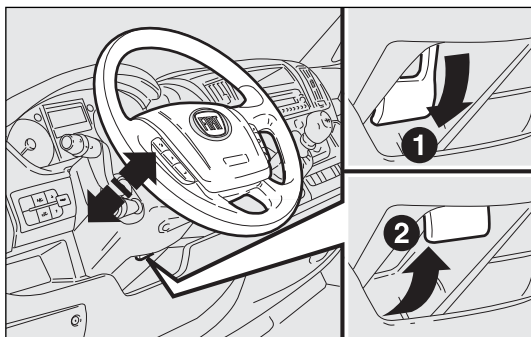

fig. 45
- desbloquear la palanca fig. 45 tirándola hacia el volante (posición 2);